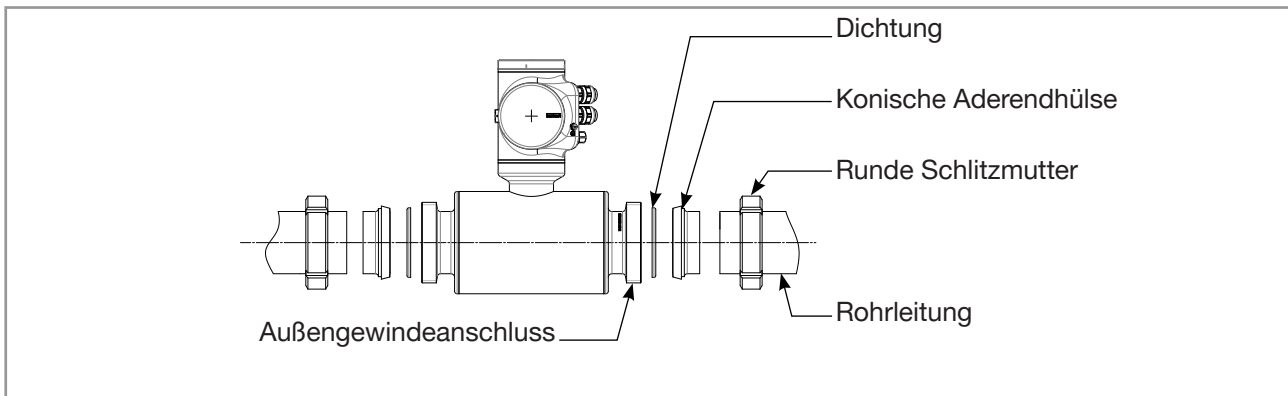

Abb. 19: Reihenfolge der Montage des Zubehörs
1. Runde Schlitzmutter auf die Rohrleitung setzen. Montagerichtung der runden Schlitzmutter beachten, damit diese auf die Außengewindeanschlüsse des Geräts geschraubt werden können. Siehe Abb. 19.